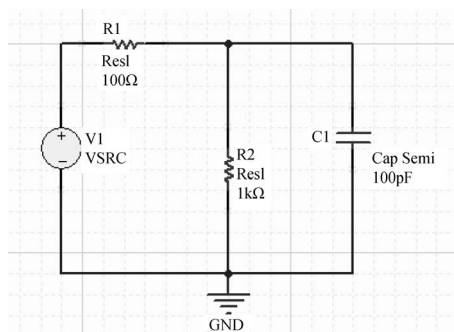

图 3-6 将元器件和直流源连接并分配唯一标识符
(4) 单击 AD 软件主界面工具栏内的连线按钮,将这些元器件和直流源按照图 3-6 所示的方式进行连接。
(5) 按照前面所介绍的为元器件分配标识符的方法,为电路中的元器件和直流源分配唯一的标号,图 3-6 给出分配完标识符后的原理图界面。
(6) 修改 V1、R1 和 C1 的参数设置。下面以修改 V1 的参数为例:
① 双击图 3-6 内的 V1 信号源图标。